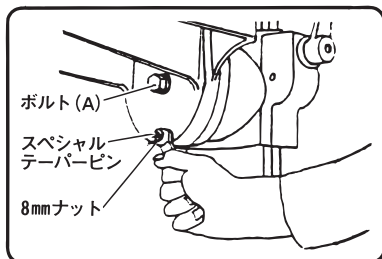

図 9
- (1) 8mmナットを締込み、スペシャルテーパーパーピンを抜きます。(図9)
- (3) テーブル角度調整後、ボルト(A)を締付けテーブルを固定してください。(図9) スペシャルテーパーパーピンは、なくさないよう保管してください。
- (1) テーブルの刻印線を目盛「0」に合わせ、抜いておいたスペシャルテーパーパーピンを軽くたたいて打込んでください。
- (2) 次にボルト(A)(図9参照)を締付けます。
- (3) 最後にスペシャルテーパーパーピンが抜けない程度に8mmナットを軽く締めておいてください。